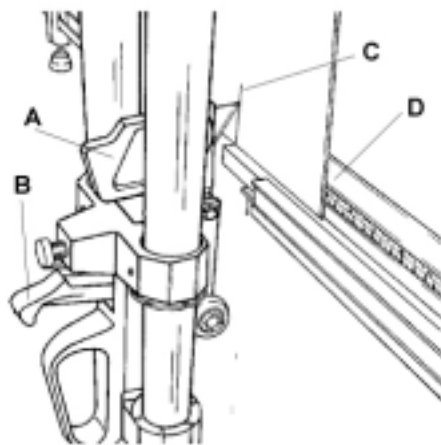
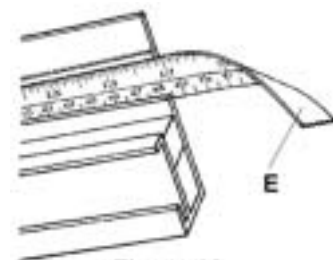

Figure 15
Figure 16
Vous pouvez maintenant aligner la RÈGLE DE SUPPORT DROIT et la placer à la bonne position. Tracez une petite ligne sur l'encadrement ou le panneau de montage à 15 cm (6 po.) exactement du bord droit. Introduisez l'OUTIL (A) pour la coupe d'encadrements et de panneaux de montage dans la tête de coupe et verrouillez-le à l'aide de la VIS DE SERRAGE. Appuyez sur le LEVIER DE TAQUET COURT et soulevez la TÊTE DE COUPE. Placez l'encadrement ou le panneau de montage sur la BARRE DE BORD D'ÉQUARRISSEMENT et faites-le glisser à sa place de manière à ce que la lame repose directement sur la ligne que vous avez tracée (C). Référez-vous à la Fig 15. Comme vous pouvez le voir dans la Figure 16, la RÈGLE DE SUPPORT DROIT comporte une bande de ruban adhésif sur les deux côtés (E). Faites glisser LA RÈGLE vers la droite pour la retirer et enlever le papier protecteur qui se trouve sur le ruban adhésif. Refaites ensuite glisser la RÈGLE vers la gauche jusqu'à ce que l'index de 15 cm (6 po.) sur la RÈGLE soit aligné avec le bord droit de l'encadrement ou du panneau de montage, comme il est indiqué au (D) de la Figure 15. Appuyez sur le bout droit de la RÈGLE et le ruban adhésif la fera coller à sa place.